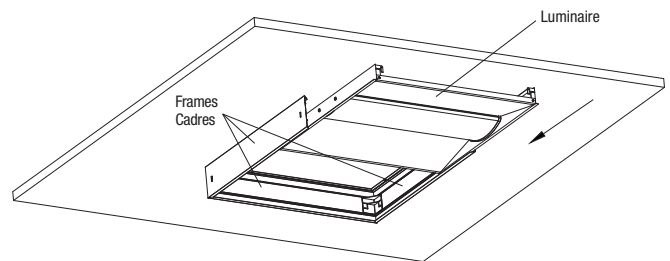

Fig. 4
4. Make wiring connection to the main power source according to local code and insert the luminaire into the frames (Fig. 4).
4. Raccorder le câblage à l'alimentation principale conformément au code local et insérer le luminaire dans les cadres (Fig. 4).